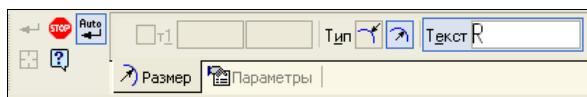

Рис. 11.23. Панель свойств в режиме ввода радиальных размеров
- ◆ щелкните ЛК мыши по кнопке **Радиальный размер** . По умолчанию на Панели свойств на вкладке **Размер** в поле **Тип** активна кнопка **Радиальный размер от центра окружности** (рис. 11.23), и по-прежнему имеются две вкладки: **Размер** и **Параметры**;
- ♦ если необходимо, щелкните в окне **Текст** и отредактируйте размерную надпись в диалоговом окне **Задание размерной надписи**. На вкладке **Параметры** (см. рис. 11.23) установите размещение текста;